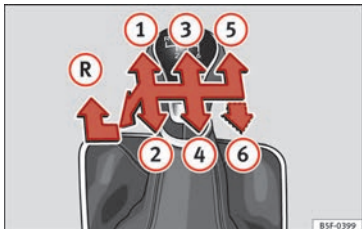

Abb. 57 Schaltschema bei einem 5-Gang bzw. 6-Gang Schaltgetriebe
Auf dem Schalthebel sind die Positionen der einzelnen Fahrgänge dargestellt » **Abb. 57**.
- Schalthebel auf Leerlauf stellen und nach unten drücken, ganz nach links und dann nach vorne schieben um den Rückwärtsgang » **Abb. 57** **R** einzulegen.